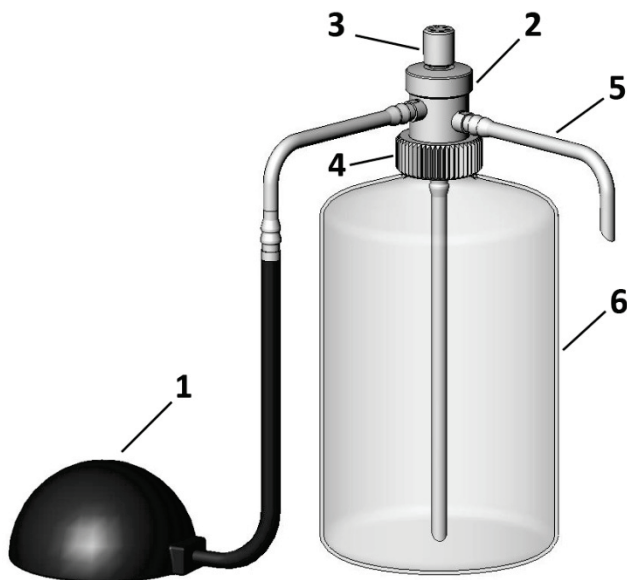

Рисунок 1
- 5.1. Перекачивающая система (Рисунок 1) состоит из насоса-лягушки 1, корпуса 2, декомпрессора с поворотной головкой 3, накидной гайки 4, и продуктопровода 5.